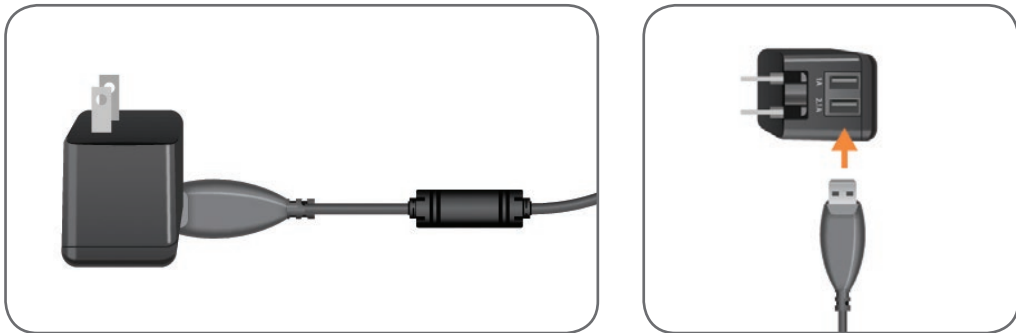

Ilustración 6-1: Inserción del cable de carga USB en el adaptador de CA
2. Inserte el extremo USB del cable de carga magnético en cualquiera de los dos puertos USB disponibles en el adaptador de CA. Si se usan tanto la banda de EF de la parte inferior de la pierna y la banda de EF del muslo, conecte un cable de carga USB adicional al adaptador de CA. Consulte la ilustración 6-1.